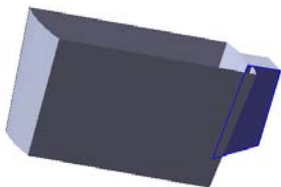
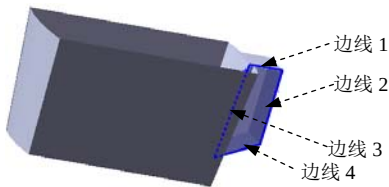

图 5.11.6 曲面-基准面 1
图 5.11.7 选取边界实体
Step4. 创建图 5.11.6 所示的零件特征——曲面-基准面 1。选择下拉菜单 **插入(I)** **→ 曲面(S)** **→ 平面区域(P)...** 命令，系统弹出“曲面-基准面”对话框；在 **边界实体(B)** 选项中，选取边线 1、边线 2、边线 3 和边线 4 作为边界实体，如图 5.11.7 所示；单击对话框中的 **✓** 按钮，完成曲面-基准面 1 的创建。